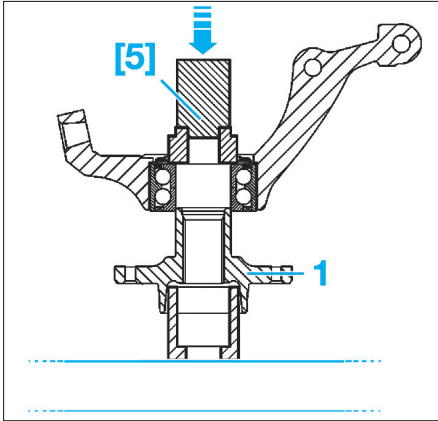

FIG. 17
- [5]. Tube de 55 mm pour la repose du moyeu (Fig.17).
- Reposer le moyeu (1) à l'aide de l'outil [5] en prenant appui sur la bague intérieure (Fig.17).